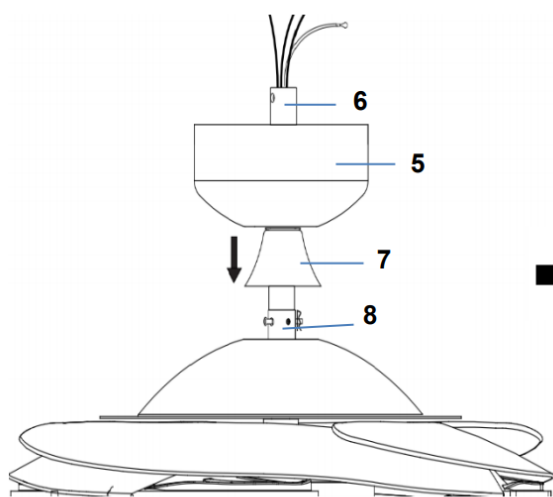

Fig. 6.5
6. Inserte la cubierta decorativa (7) en la varilla descendente (6) para cubrir la caja de acoplamiento de la varilla descendente (8).(Fig. 6.5)
7. Inserte el dosel (5) sobre la varilla descendente (6) e instale nuevamente la junta de bola (2) y el pasador